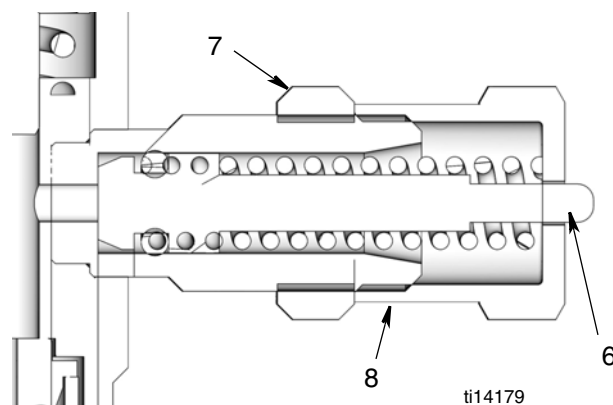

ABB. 1
Die Positionszahlen in den folgenden Anweisungen beziehen sich auf ABB. 1.
Um eine Beschädigung der Komponente zu vermeiden, darf die Einstellmutter (8) nicht über die ganz zurückgezogene Position am Kolben (6) hinaus gedreht werden. Siehe ABB. 1.